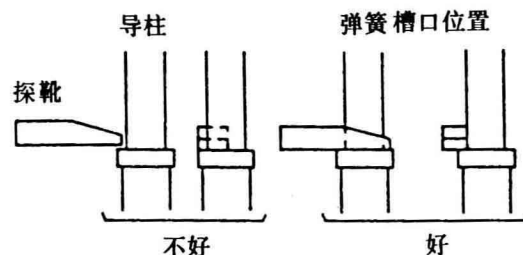

图45
④把高度表的探靴放在调整模板上, 将高度表调为“0”, 如图45所示;
⑤慢慢地把导柱升高到导柱刚好触及到高度表探靴的底面, 用高度表确定导柱接触点的准备位置, 如图45所示。